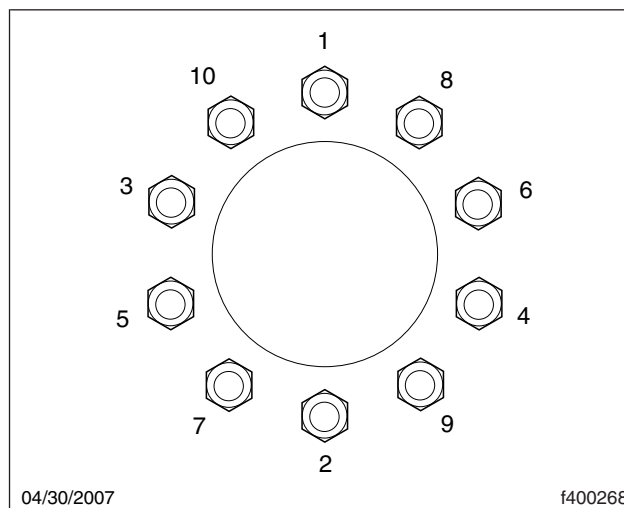

Fig. 17, Séquence de serrage d'une roue à disque à 10 goujons
11. Serrez les écrous en deux étapes. Suivez la séquence illustrée sur la Figure 17.
14. Après avoir conduit le véhicule sur une distance de 80 à 160 km (50 à 100 milles), resserrez les écrous de roue selon les spécifications d'origine, en suivant la séquence de serrage illustrée sur la **Figure 17**.